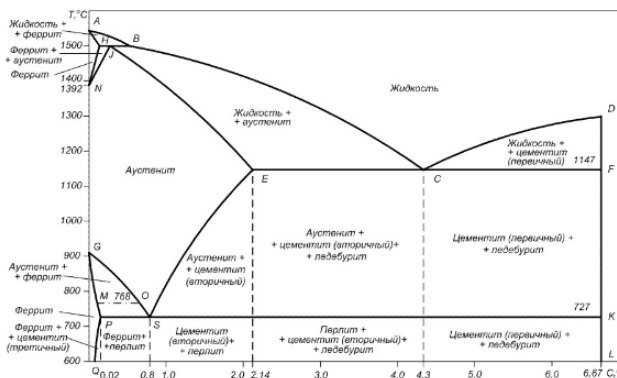

Figure 3 Рис. 3
3. Вычертить диаграмму состояния "Fe - Fe₃C" (рис. 3). Указать структурно-фазовый состав областей. Построить кривую охлаждения и описать превращения для сплава, содержащего 4,3% С. Схематично изобразить и описать структуру заданного сплава.